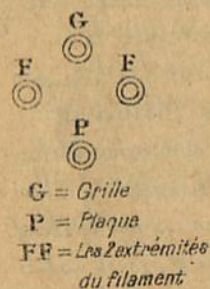

Fig. 7
Bien observer que les fiches des lampes ne sont pas symétriques. L'une d'elles (P) se trouve plus éloignée du groupe formé par les 3 autres. (Fig. 7)